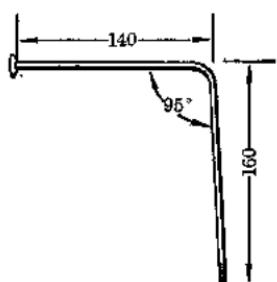

图 1
1. 把自行车钢丝如图1弯折成架子（注意有螺纹一端作为固定端）。